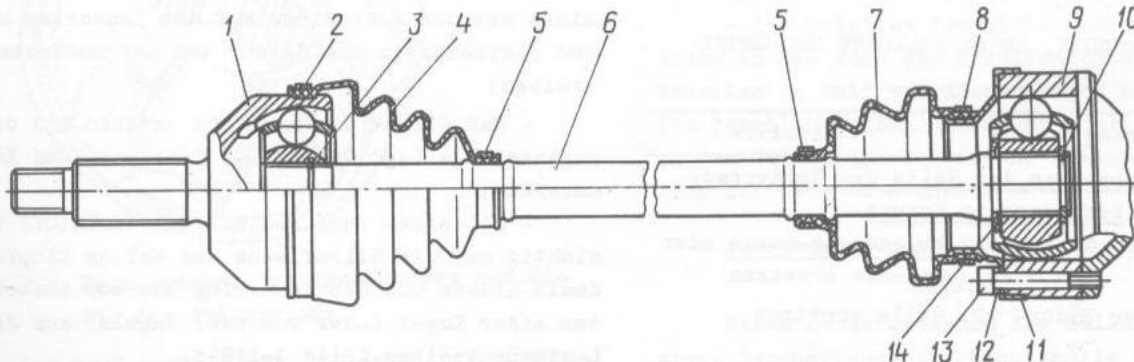
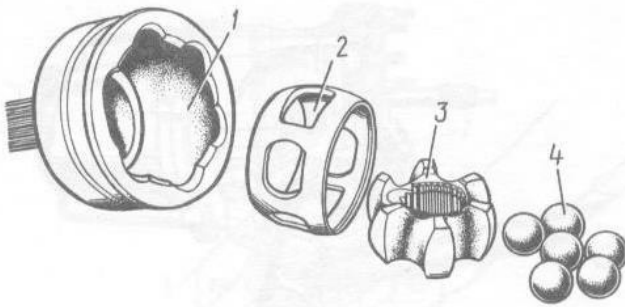

Bild 3-146. Vorderradantrieb:
Bild 3-147. Teile des Außengelenks:
Außengelenk 1 (Bild 3-146) umfaßt Gelenkkörper 1 (Bild 3-147), Käfig 2, Innenring 3, sechs Kugeln 4 und Sperring 3 (siehe Bild 3-146).
doch sind die am Körper und Ring befindlichen Nuten für die Kugeln quer zu den geraden Rinnen ausgeführt. Diese Bauart gestattet eine relative Axialbewegung der Teile. Beim Zusammenbau des Innengelenks wendet man eine selektive Methode zum Aussuchen der Kugeln zum Ring an. Der Innenring wird an den Keilnuten der Welle angesetzt und mit zwei Ringen 10 (siehe Bild 3-146) und 14 arretiert. Die Gelenke funktionieren mit Spezialschmiere МРС-4 und werden mit Gummihüllen abgedichtet.
- Lenkrad in Endlage drehen, sechs Schrauben 13 (siehe Bild 3-146) zur Befestigung des Gelenkkörpers am Halbachsflansch losdrehen und drei Platten 12 abnehmen;
Zum Ausbau des Außengelenks hat man Hülle 4 (siehe Bild 3-146) von zwei Schellen 2 und 5 freizugeben, die Hülle exakt vom Körper zu ziehen und an der Welle weiterzuführen, um den Sperring 3 zugänglich zu machen.
- Hülle 7 (siehe Bild 3-146) von zwei Schellen 5 und 8 freimachen, dieselbe vom Zapfen des Hüllenhalters abziehen und an Welle verschieben;